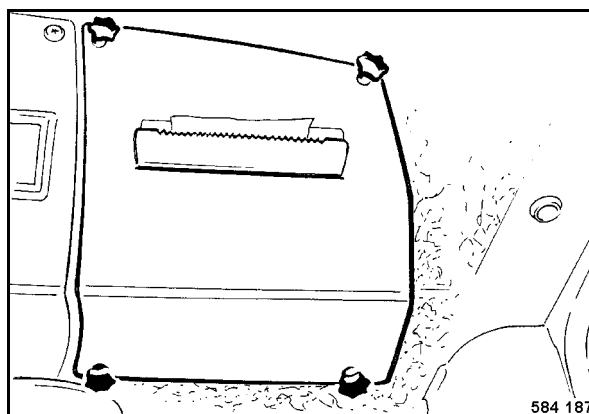

Fig. 115
- Desenroscar las empuñaduras de estrella (Fig. 115) y retirar la cubierta.